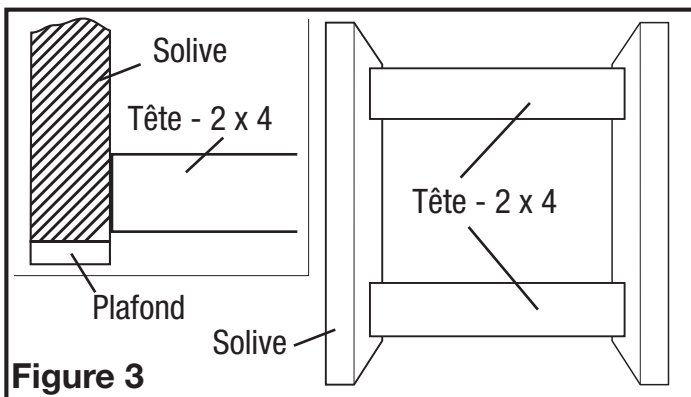
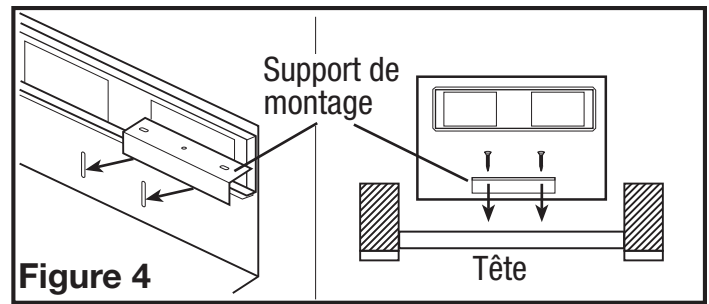

Figure 3
Figure 4
- Installez deux têtes - 2 x 4 (non incluses) entre les solives (Figure 3). Installez les supports de montage à travers l'ensemble des fentes de haut sur le boîtier du ventilateur et fixez en place avec les quatre écrous inclus. Placez le boîtier du ventilateur entre les en-têtes et fixez les supports de montage avec des vis (non incluses) à l'en-tête. Ajustez la hauteur du boîtier de sorte qu'il soit en affleurement avec le plafond fini en desserrant les écrous du support de montage et le boîtier couissant vers le haut ou vers le bas sur le support. Serrez complètement les quatre écrous pour fixer le boîtier en place (Figure 4).